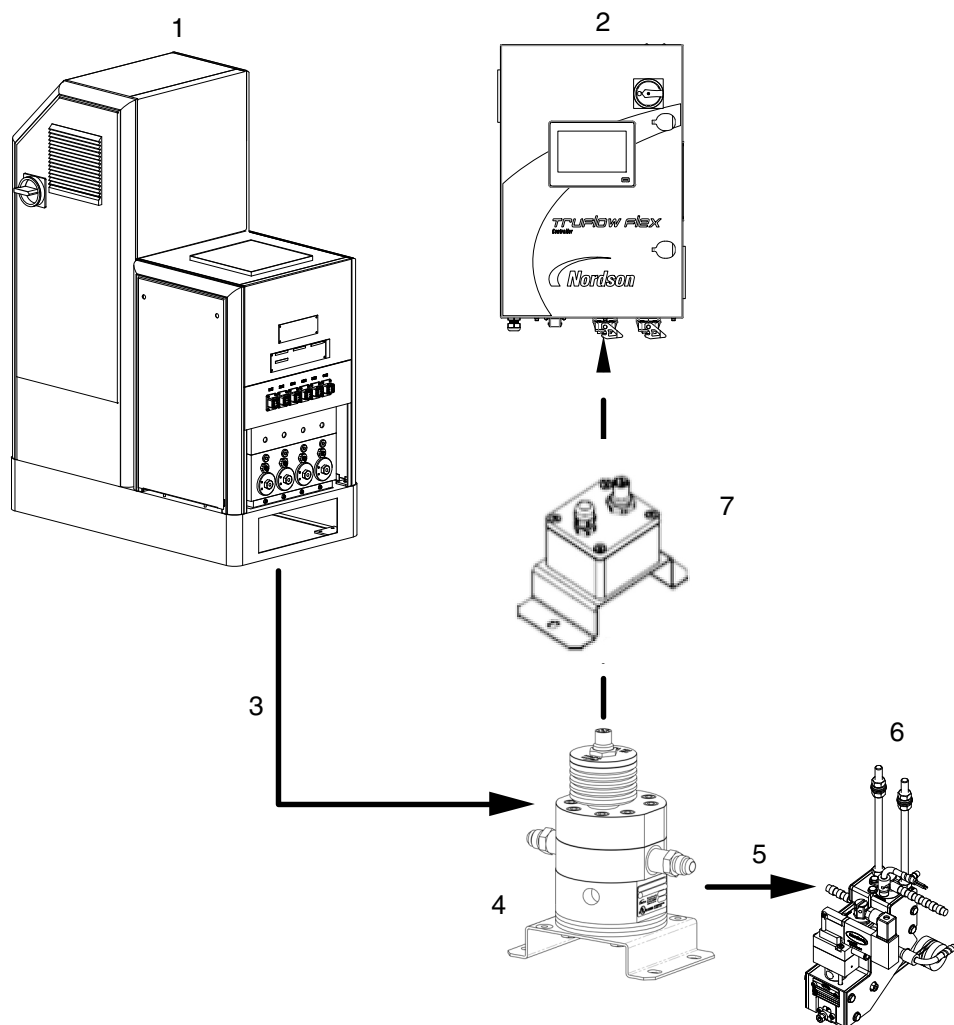

Figura 2-1 Controller in un tipico sistema di fornitura di adesivo
Vedi figura 2-1 per una panoramica di come il controller sia integrato in un tipico sistema di fornitura di adesivo.
**AVVERTIMENTO!** Non collegare il controller TruFlow Flex direttamente al misuratore TruFlow. Collegare il controller TruFlow Flex alla scatola trasmettitore solo come illustrato nella figura 2-1 . Se si collega il controller TruFlow Flex direttamente al misuratore, si danneggia il misuratore.
Il controller viene usato in combinazione con unità di fusione hot melt, tubo e applicatore Nordson per creare un sistema di applicazione di materiali come illustrato nella figura 2-1.